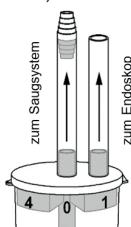

Abb. 1
- Collegare il tubo dall'attacco centrale del sifone al sistema di aspirazione (Fig. 1).
2. Collegare il connettore esterno all'endoscopio (**Fig. 1**).